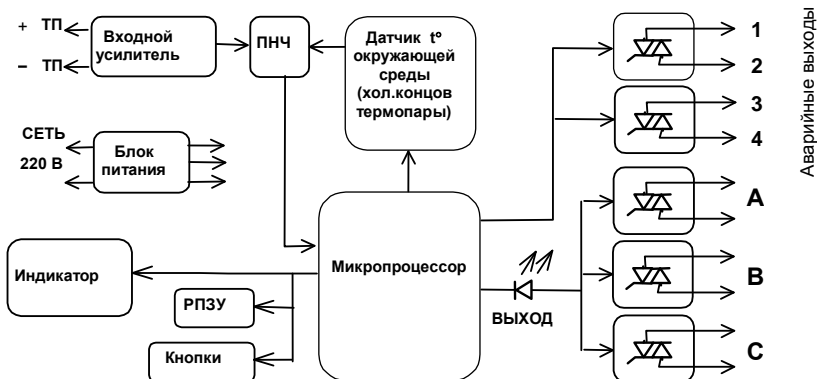

Рис.1 Функциональная схема терморегулятора ТП702-30а
- 4.5. На функциональной схеме (см. рис.1) изображены основные узлы регулятора.
В комплект поставки входят все ответные части разъемов, установленных на регуляторе (см. рис.1) в соответствии с его типом, а также: